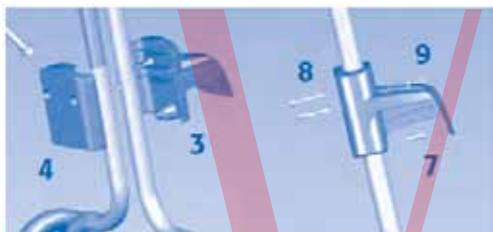

Рисунок 2.
в) Установите под кабельным держателем винт (7) и плотно затяните его отверткой. Рисунок 2.